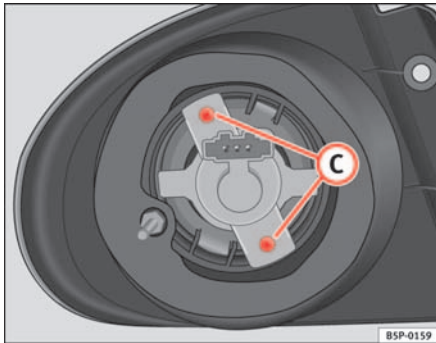

Abb. 183 Blinklicht
- Drehen Sie die Schrauben ⇒ Seite 258, Abb. 183 **C** der Lampenfassung heraus und ziehen Sie diese heraus.
- Drehen Sie die Schrauben ⇒ Abb. 183 C der Lampenfassung heraus und ziehen Sie diese heraus.